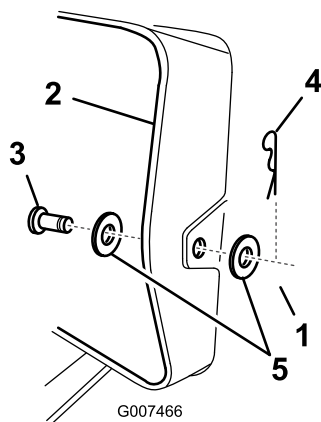

Figura 17
7. Eleve el recogehierbas y retire el pasador de horquilla, las 2 arandelas y el perno que fijan el tubo de descarga a la chapa trasera (Figura 17).
7. Eleve el recogehierbas y retire el pasador de horquilla y el perno que fijan el tubo de descarga a la chapa trasera (Figura 17).
13. Eleve el recogehierbas e instale el perno y el pasador de horquilla para fijar el tubo de descarga a la chapa trasera (Figura 17).